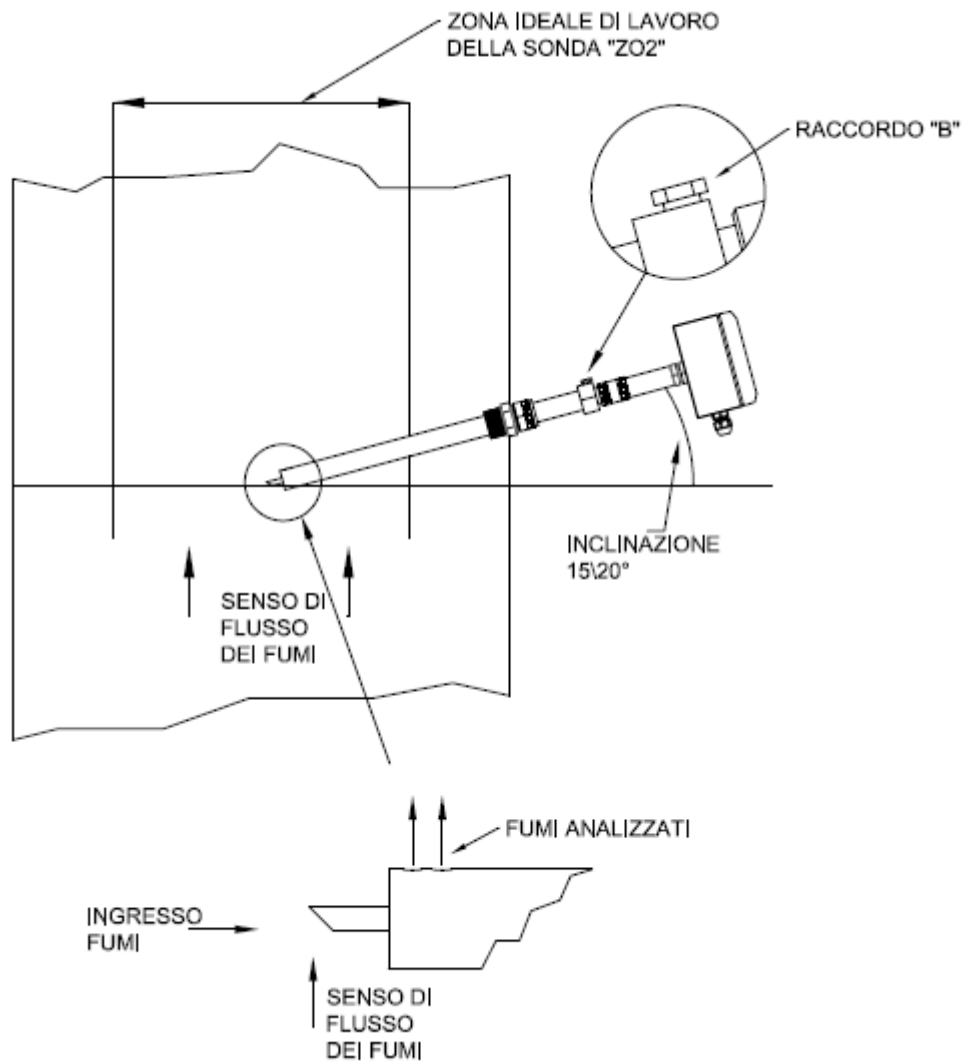

Figura 1
- Inserire la sonda nella zona centrale del condotto, come indicato in figura 1, e quindi bloccare la sonda serrando il nipplo di fissaggio